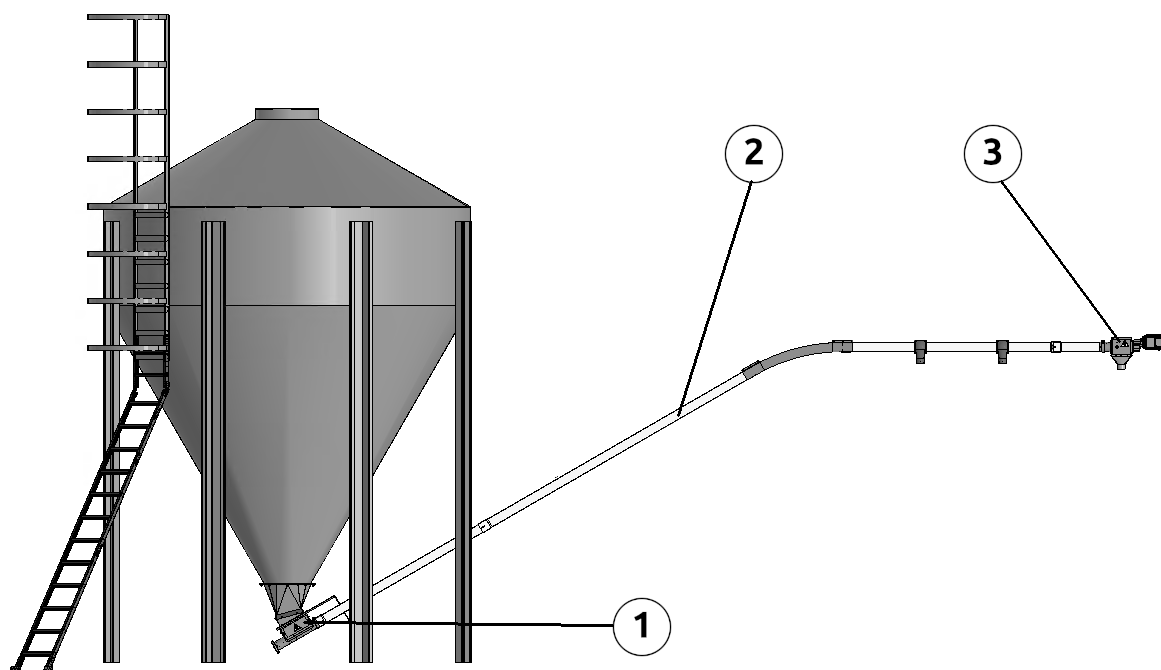

Рисунок 2.2
Спиральный транспортер предназначен для перемещения сыпучих и гранулированных кормов в зону кормления в птичнике. Конструкция транспортера (рис. 2.2) включает в себя приемник кормов (1), гибкий шнек (2) и приводной узел (3).